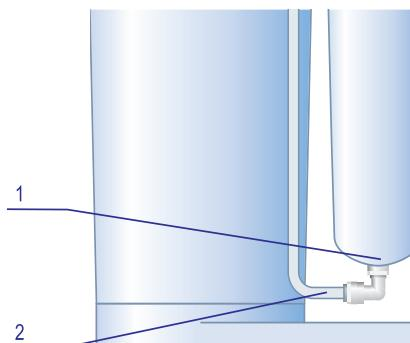

Рис. 10
- Подсоедините угольник дренажной трубы к сменному мембранным модулю (для этого вставьте предварительно смоченный водой конец угольника во втулку дренажного штуцера до упора, см рис. 10). Установите стопорную клипсу.
- Отсоедините дренажную трубку с угольником (2) от дренажного штуцера (1) корпуса сменного мембранныго модуля (рис. 10). Для этого выньте из-под пластиковой трубы стопорную клипсу, нажмите на торец пластиковой втулки и вытяните трубку.